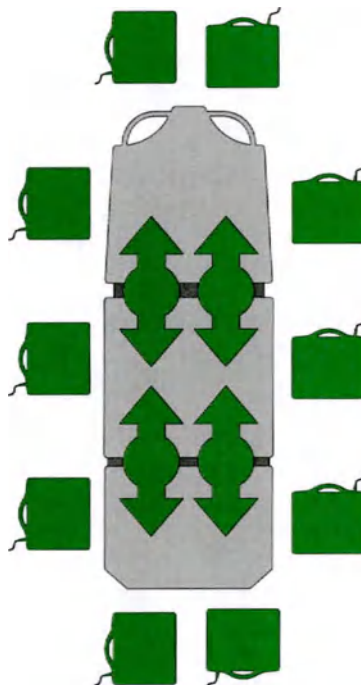

Рисунок 32 – Заправка или извлечение рентгеновских кассет, опция Prime X
1. Поместите пациента в центр изделия, руководствуясь наклейками, указывающими положение, расположенными по всем сторонам изделия (Рисунок 32).